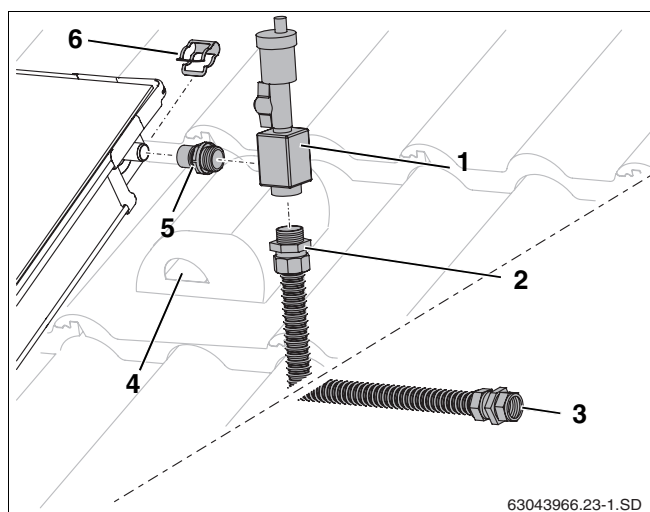

Fig. 58 Instalação dos dispositivos de purga
- ▶ Aparafusar o casquilho (fig. 58, **item 5**) e o tubo de ligação (fig. 58, **item 2**) à câmara de ar (vedante de O-Ring).
- ▶ Deslocar a câmara de ar (fig. 58, **item 1**) com o casquilho sobre a ligação do coletor e fixar com grampo (fig. 58, **item 6**).
- ▶ Passar o tubo de ligação juntamente com o cabo do sensor pela câmara de purga (fig. 58, **item 4**) e pelo isolamento do telhado.
- ▶ Ligar a tubagem colectora à união roscada de anel de aperto (fig. 58, **item 3**).